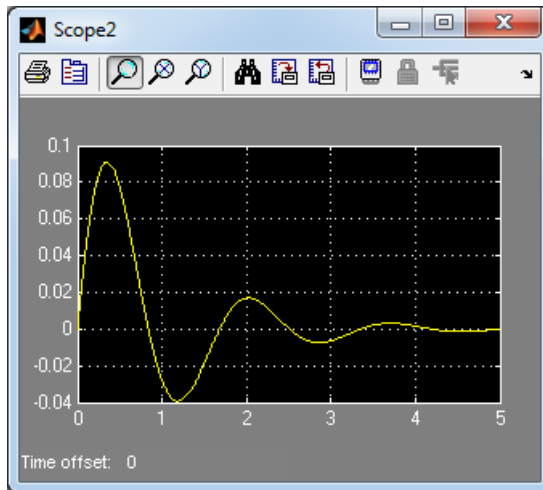

Рис. 1.6. Результат решения дифференциального уравнения (1.1) в среде Simulink: зависимость $v(t)$
5. Зафиксируйте на измерительном приборе Scope2 кривую $v(t)$ рис. 1.6.